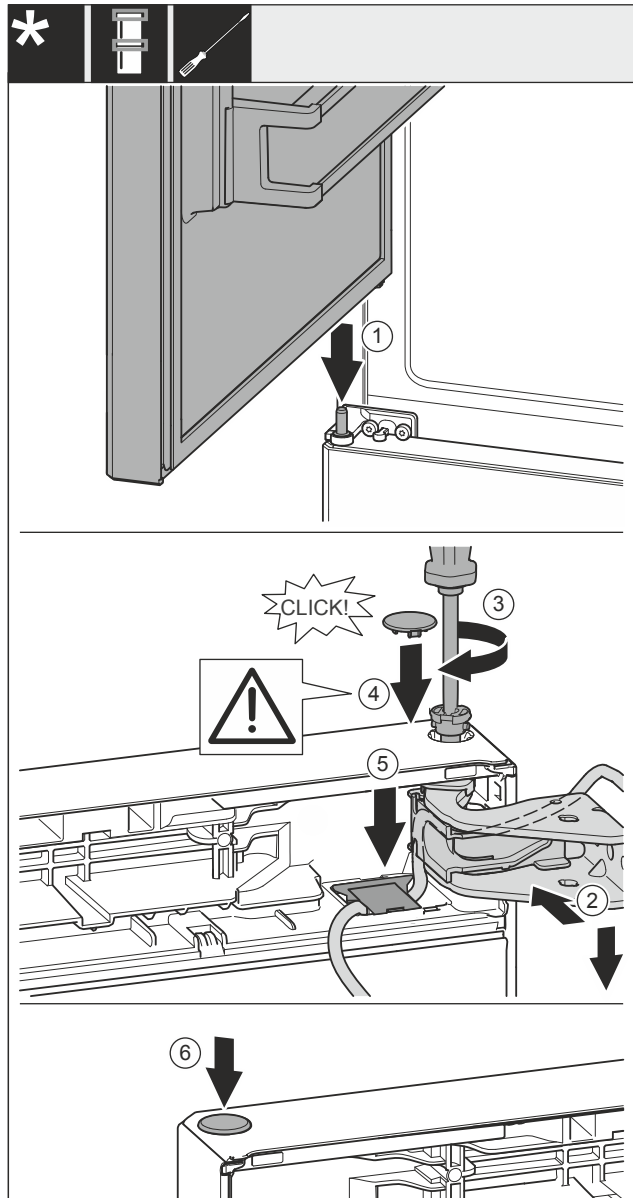

Fig. 36
- Placer la porte supérieure sur l'axe de palier central Fig. 36 (1).
- Aligner la porte en haut sur l'ouverture du support de palier Fig. 36 (2).
- Insérer l'axe Fig. 36 (3) et le serrer avec un tournevis.
- Installer le couvercle Fig. 36 (4).
- Vérifier que le couvercle Fig. 36 (4) repose bien sur la porte.
- Mettre le cache Fig. 36 (5) en place et le pousser vers le bas jusqu'à ce qu'il s'enclenche.
- Installer le couvercle Fig. 36 (6).